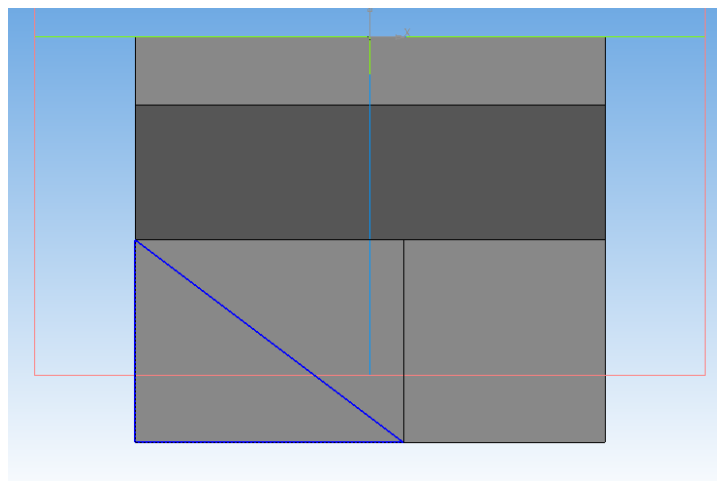

Рисунок 13.30 – Построение треугольника
16. Постройте треугольник с помощью отрезков (рисунок 13.30).